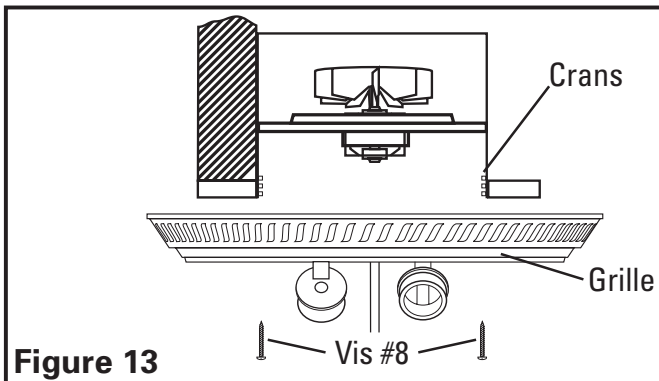

Figure 13
4. Aligner les fentes dans la grille avec les crans à l'intérieur du châssis. Insérer les vis # 8 incluses au travers des fentes de la grille dans les crans du châssis. Serrer les deux vis jusqu'à ce que la grille s'ajuste fermement au plafond. NE PAS SERRER A OUBRANCE (**Figure 13**).